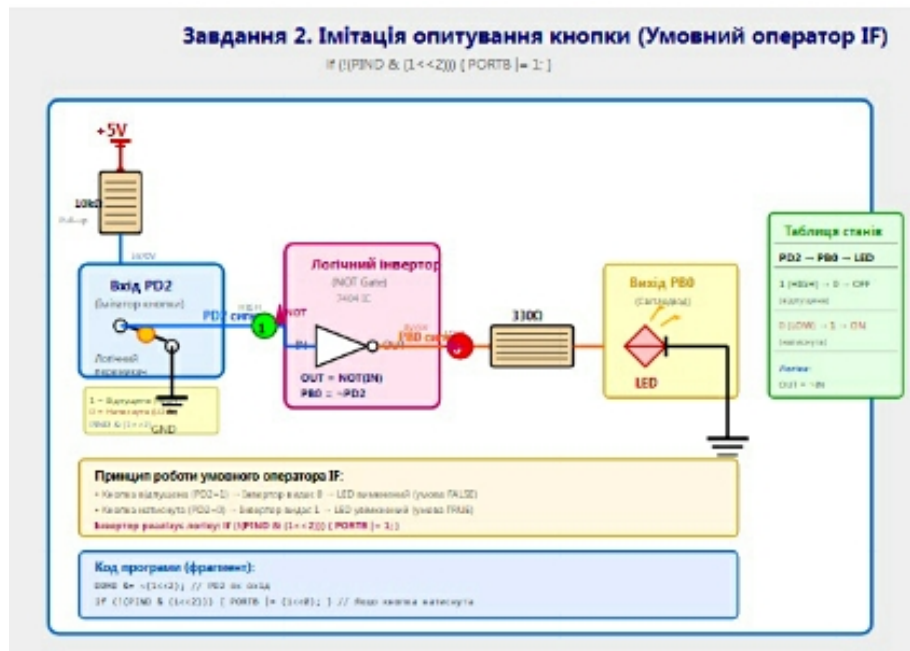

Рисунок 2 Схема EWB (імітація програми опитування кнопки).
- Кнопка підключена за схемою з внутрішнім Pull-up (тобто, коли кнопка не натиснута, вхід "1"; при натисканні (перемикач в 0), вхід "0"). (рис.2).